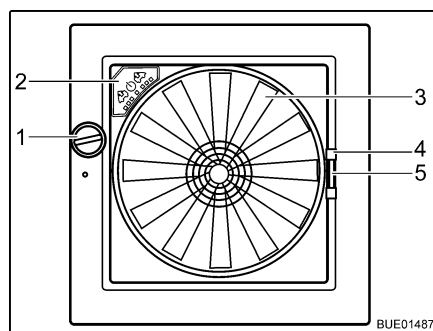

Fig. 35 Lanterneau Omni-Vent
- Tourner le bouton rotatif (Fig. 35,1) jusqu'à ce que l'angle d'ouverture désiré soit atteint.
- Tourner le bouton rotatif (Fig. 35,1) jusqu'à ce que le lanterneau soit entièrement fermé.
- Tirer la moustiquaire par la poignée (Fig. 35,4) vers le côté de cadre opposé.
- Presser la poignée (Fig. 35,5) du dispositif occultant.
- Ventilateur** Quand le lanterneau est ouvert, l'espace intérieur peut être ventilé et aéré avec un ventilateur à 6 niveaux de puissance (Fig. 35,3). La commande du ventilateur s'effectue sur son panneau de commande (Fig. 35,2).